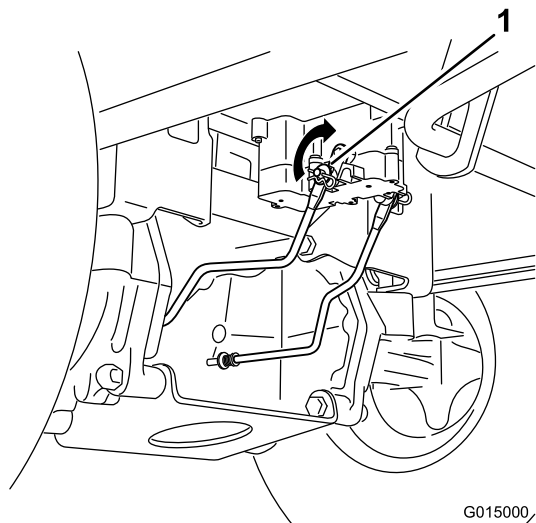

Figura 41
1. Localize o veio no travão eléctrico onde os braços de articulação do travão estão ligados (Figura 41).